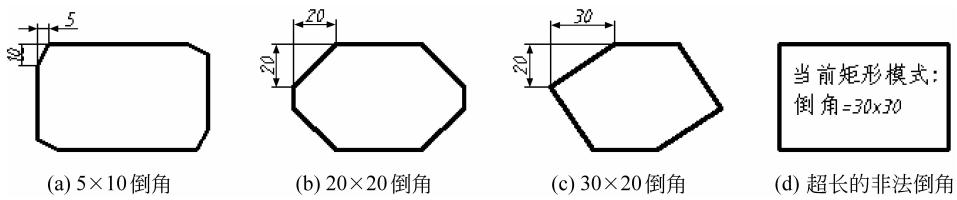

图 5-12 绘制同样规格( $80\times50$ )、不同倒角的矩形图例
- 倒角矩形两侧的倒角边长可以不等边，但设置时要保证两个倒角边长之和一定要小于或等于最小一侧的边长，否则会出错。如图 5-12(d)所示，当两侧倒角边长  $30+30=60$  超出矩形的最小边长 50 时，导致倒角矩形错误。